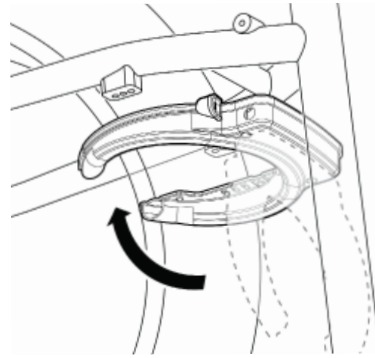

Figure 5 : Installez le verrou ; position de montage du cadre 1
4. **Positionnez le verrou.** Placez le verrou en position contre le cadre du vélo, selon votre modèle de vélo (Figure 5 et Figure 7). Assurez-vous que les supports de verrouillage reposent à plat contre les supports de cadre. Propriétaires de RadRunner 2, voir l'avis à la page 11.